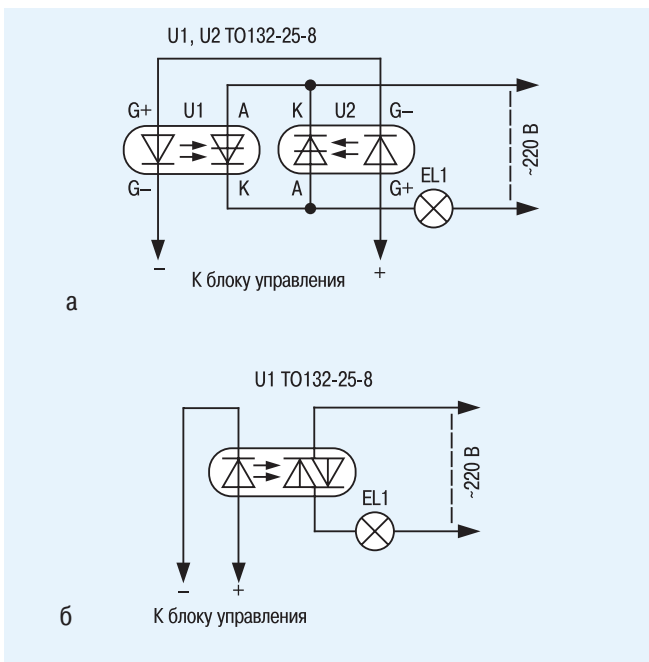

Рис. 3. Управление мощными оптоисторами (а) и оптосимистором (б)
- **силовые оптотиристоры и симметричные оптотриаки** (так называемые оптосимисторы), в которых оптопара установлена внутри корпуса силового элемента (рис. 3).